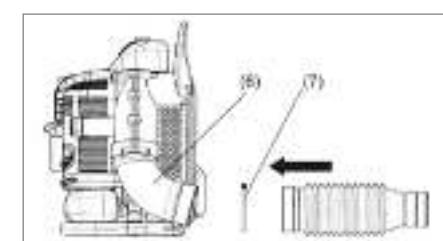

Рис. 3
3. Подключите гибкой трубы к угловому патрубку. (Рис. 3)